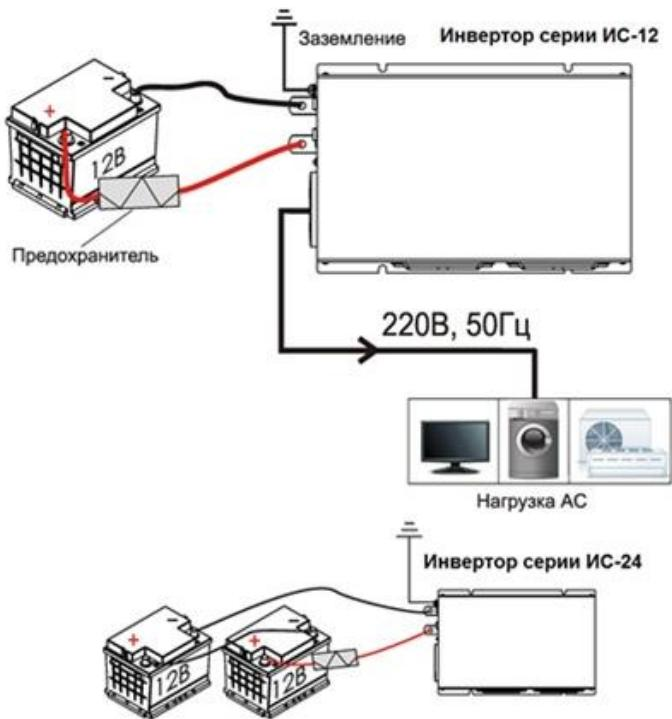

Рисунок 2 Схема подключения инверторов серии ИС
8.3 Подключение инвертора производится в следующем порядке согласно Рис.2:
– подсоедините инвертор к аккумулятору с помощью входных кабелей через проходной предохранитель, расположенный непосредственно на плюсовой клемме аккумулятора (номинал предохранителя указан на Рис.2). Входные кабели подсоединяйте к инвертору с помощью болтов, обеспечивая усиленную затяжку. Сечение кабеля выбирать согласно данным табл. 6.1.